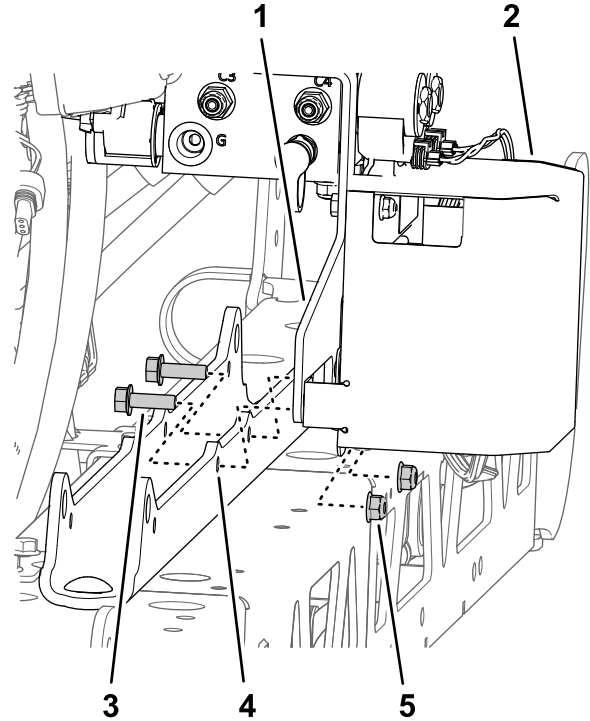

Figure 97
- B. Fixez la patte de support et le support du contrôleur TEC au support de vérin (Figure 97) à l'aide des 2 boulons à embase (5/16" x 1") et des contre-écrous à embase (5/16") que vous avez retirés à l'opération 1 de Dépose du collecteur de levage de section de la section de pulvérisation centrale \(page 25\).